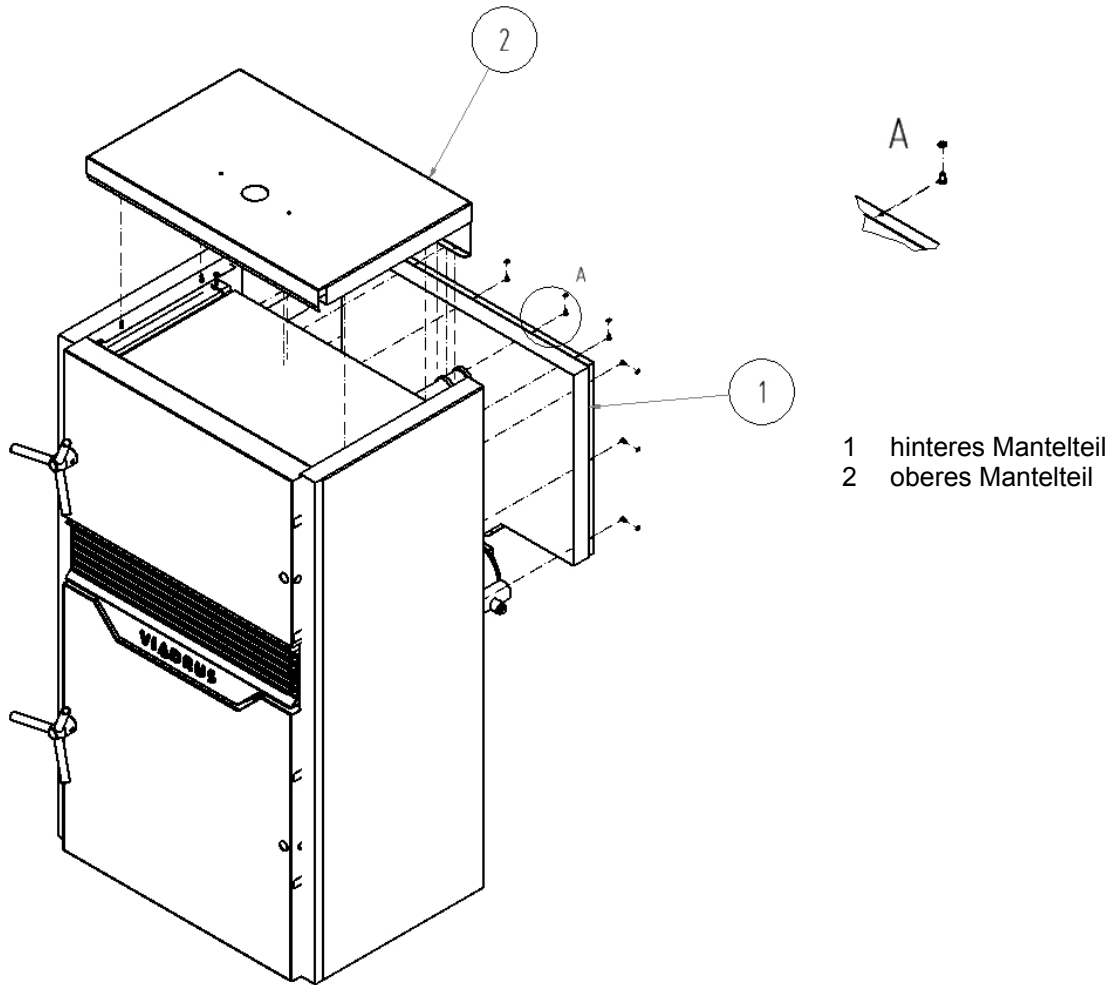

Bild Nr. 7a Demontage des oberen und hinteren Mantelteils
2. Demontage des hinteren Mantelteils (1) mittels Schrauben $4,8 \times 13$ und fächerförmigen Unterlagen 5,3 – siehe Detail A und des oberen Mantelteils (2) lt. Abb. Nr. 7a durchführen.